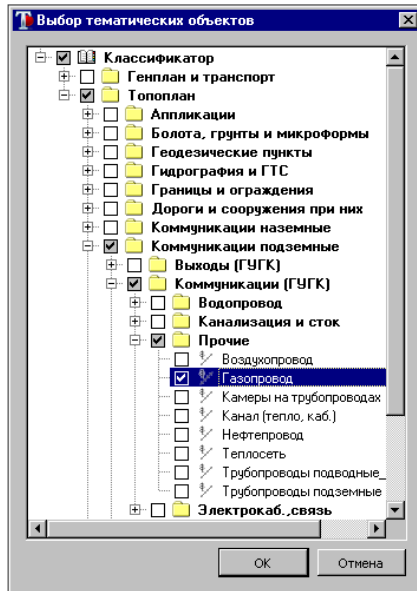

Рис. 9.1
- В группе **Выбор по фильтру** в строке **Выбор по объектам классификатора** кнопкой  откройте диалог **Выбор тематических объектов**, где снимите флажок строки **Классификатор**, а затем установите флажок только для объекта **Газопровод** в папке *Топоплан\Коммуникации подземные\Коммуникации (ГУГК)\Прочие* (рис. 9.1).